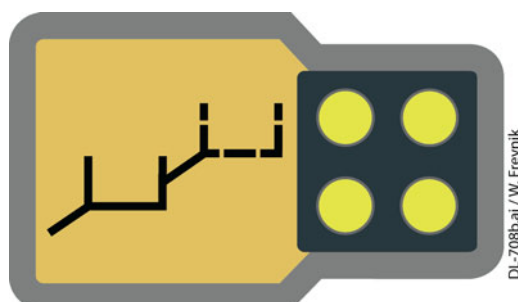

Bild A3-7:
- Mit dem Betätigen des Taster »Höchstlast« leuchtet die Anzeige »Stopp Freistandsgrenze« im Taster »Höchstlast« auf (BILD A3-7)